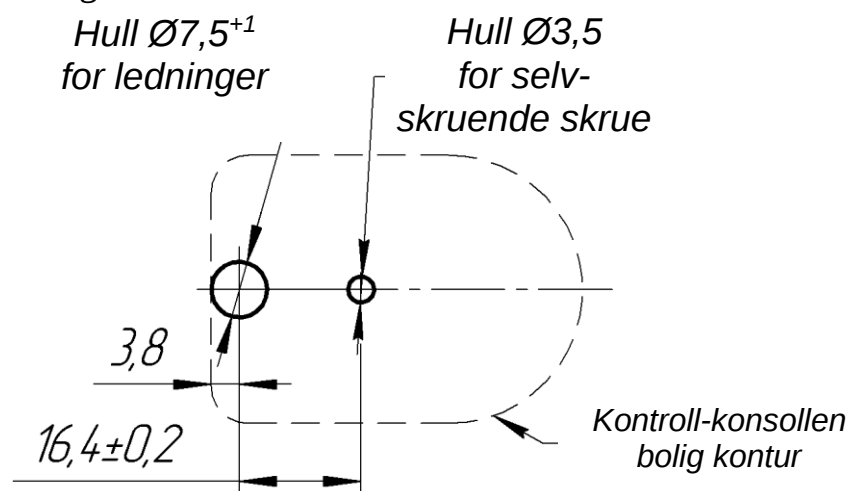

Fig. 1
- Påfør en markering (se. Fig.1) på et underlag for installasjon av kontrollpanel (et hull for kabelen og et hull for en skrue).